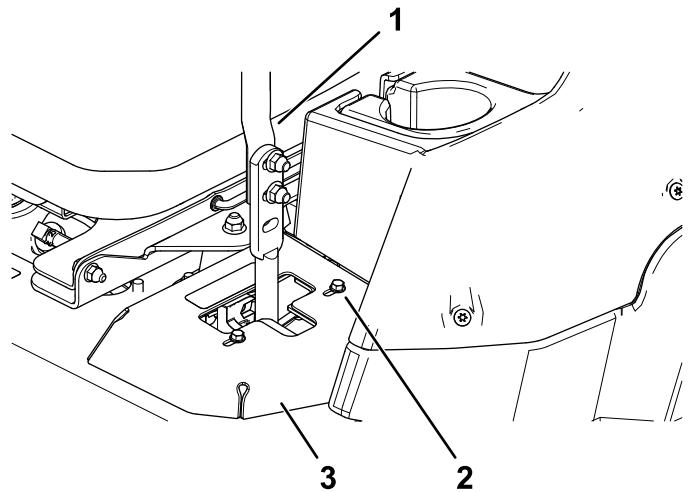

Рисунок 50
- Если машину уводят вправо, ослабьте болты и перемещайте левую упорную пластину назад в левом Т-образном пазу до тех пор, пока машина не будет двигаться прямолинейно (Рисунок 50).
- Если машину уводят влево, ослабьте болты и перемещайте правую упорную пластину назад в правом Т-образном пазу до тех пор, пока машина не будет двигаться прямолинейно (Рисунок 50).
- Затяните упорную пластину (Рисунок 50).